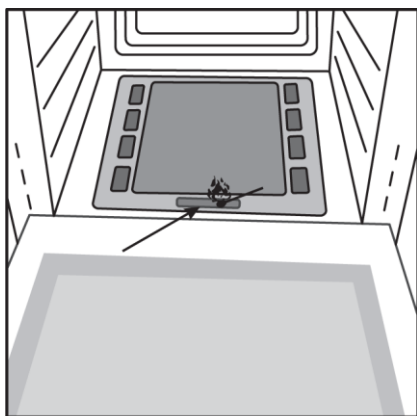

Рис. 18
- слегка нажав на ручку управления температурой духовки (9), поверните ее против часовой стрелки до положения «max»;
- нажмите ручку (9) до упора;
- удерживая ручку (9) нажатой поднесите горящую спичку к отверстию горелки духовки (см. рис. 18);
- удерживайте ручку (9) в нажатом состоянии не менее 10 секунд, при этом обеспечивается выход газа из горелки и его горение, нагревается термopара и отключает предохранительный клапан, который иначе заблокирует подачу газа; Как только огонь загорится, закройте дверцу духовки, установите заданную температуру приготовления пищи и приступайте к готовке.